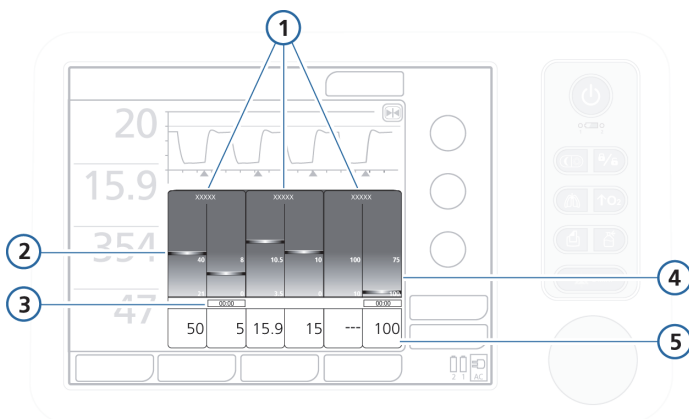

Figura 8-6. Painel Status Vent.
O painel Status Vent. (Figura 8-6) exibe seis parâmetros que indicam o grau de dependência do paciente em relação ao respirador, incluindo oxigenação, eliminação de CO₂ e atividade do paciente.
- O painel Status Vent. é exibido (Figura 8-6).